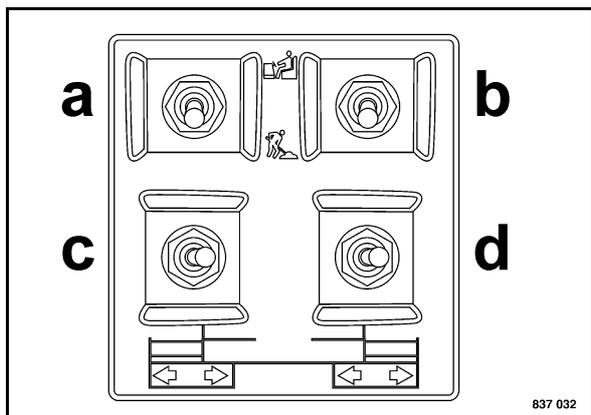

Fig. 113
- Regolare la larghezza del ferro da stiro con gli interruttori c (Fig. 113) e (d).